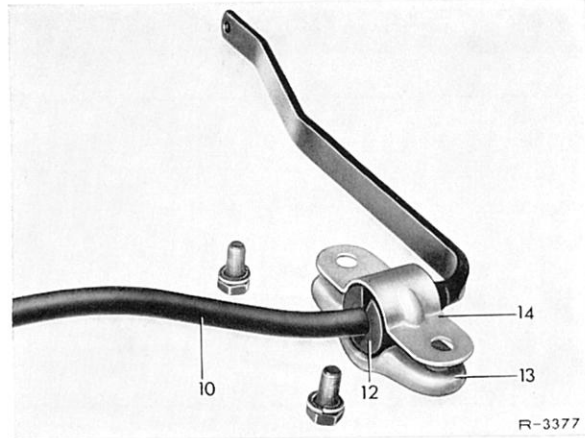

Bild 32–8/4
11 Verbindungsstange links und rechts am Drehstab befestigen (Bild 32–8/5). Wenn notwendig, Abweisblech (16) erneuern.
12 Be- und Entlüftungsleitungen (25) am Kraftstoffbehälter anschließen. Befestigungsschelle für Kraftstoff-Vor- und Rücklaufleitung am Rahmenboden vor dem Kraftstoffbehälter befestigen. Kraftstoffbehälter anschrauben (Bild 32–8/3).